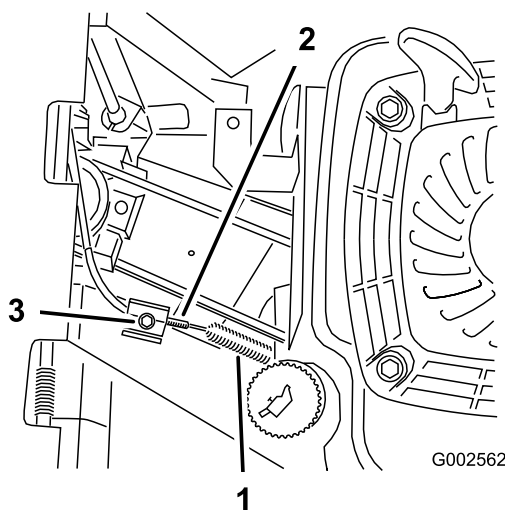

Figura 29
- Allentate la vite del morsetto finché la guaina del cavo del freno non scorre (Figura 29).